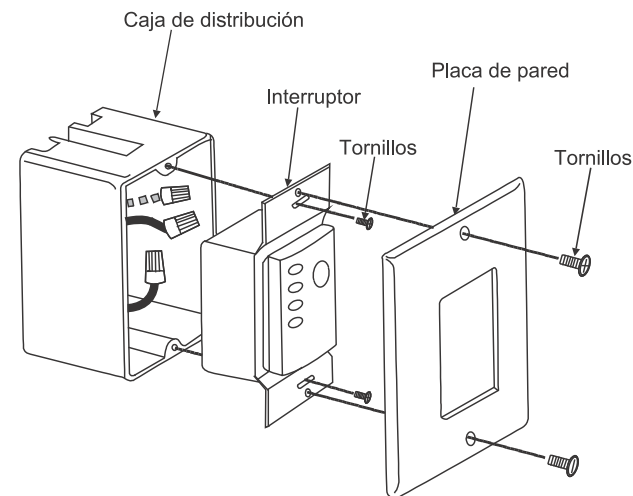

Fig. 24
Paso 2. Instale la placa de pared en la caja de distribución eléctrica existente utilizando los tornillos proporcionados. (**Fig. 24**)